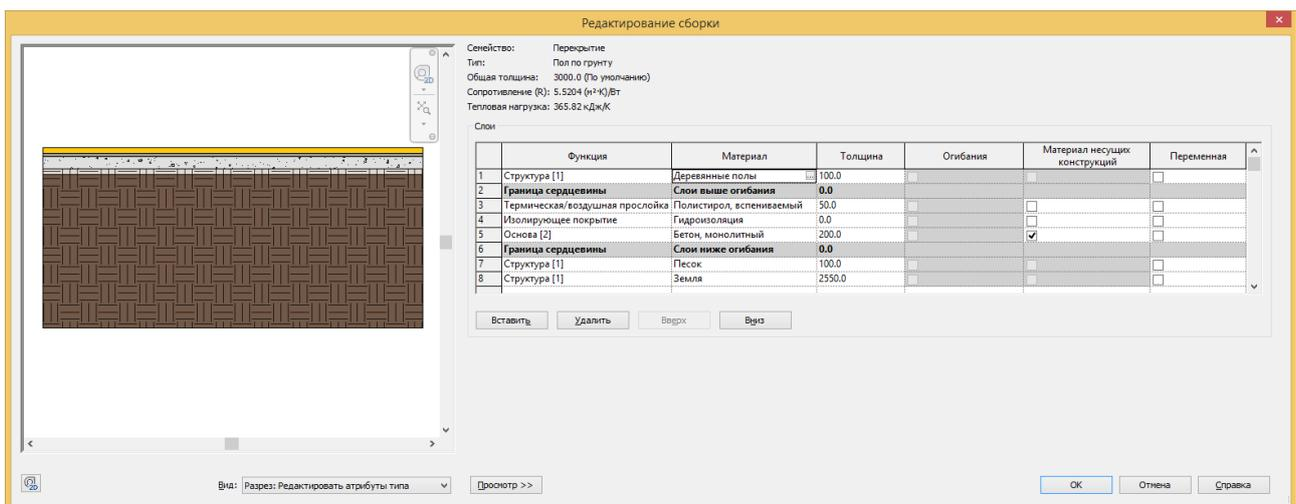

Рисунок 21 – Типоразмер «Пол по грунту»
3) *Создание типоразмера пола по грунту.* Выполняя действия аналогичные действиям, описанным в пунктах 1) и 2), создайте структуру пола, который соединен с грунтом. Для этого за основу возьмите типоразмер *Типовой 150 мм* из семейства **Перекрытия**, переименуйте его как *Пол по грунту* и создайте следующую структуру (см. таблицу 1 и рис. 21):